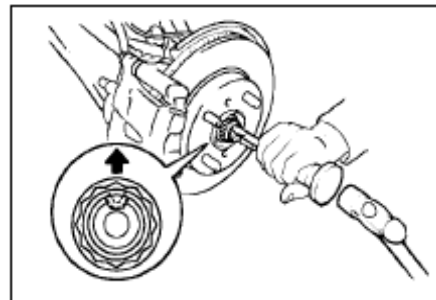

Рис. 117
(1) С помощью молотка и долота раскерните упорную часть гайки левой ступицы колеса.(рис. 117)
(2) Открутите гайку ступицы левого колеса, зажав педаль тормоза.